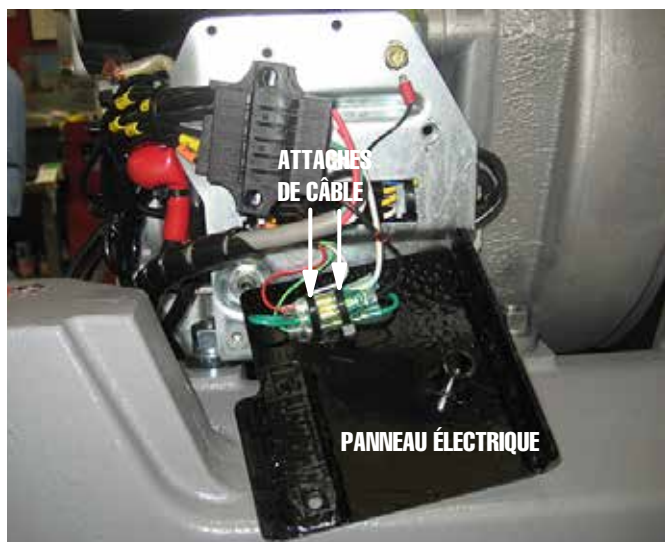

Figure 22. Retrait d'attache de câble et de panneau électrique (MVH508DZ)
6. Couper et éliminer les attaches de câble qui fixent les connecteurs électriques à l'arrière du panneau électrique (Figure 22). Retirer le panneau et le mettre de côté.